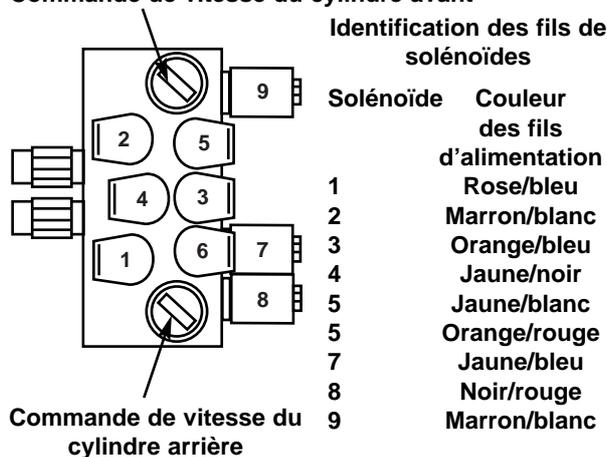

Figure 19
3. En se reportant au graphique approprié (Fig. 19, page suivante) pour les unités de coupe à 5 ou 8 lames, déterminer le réglage correct de vitesse des cylindres.